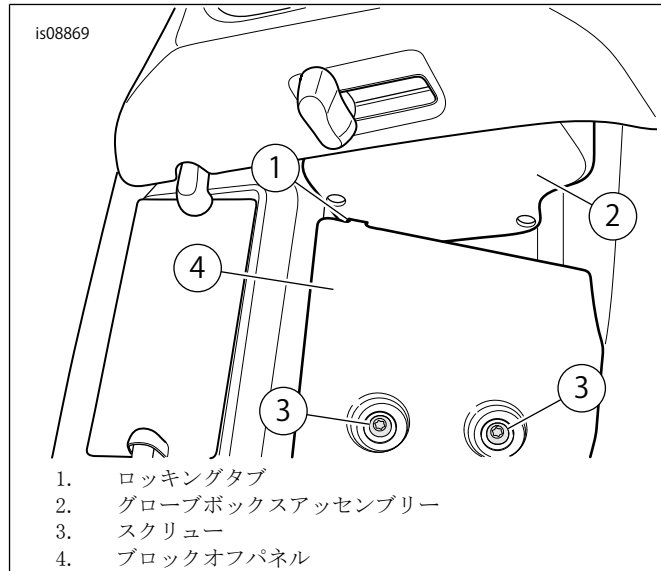

図2。ロッキングタブおよびブロックオフパネル
2. 図2を参照してください。フロント部からスクリー(3)、ブロックオフパネル(4)およびグローブボックス(2)を取り外します。ベントドアリンケージを外します。